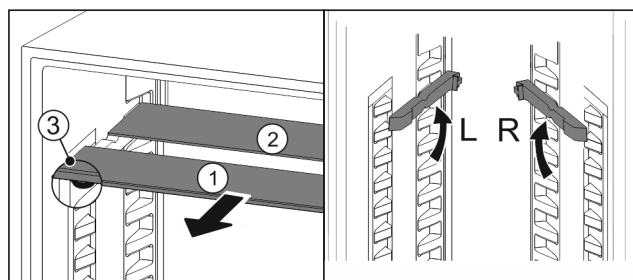

Fig. 102
- Træk glaspladerne ud enkeltvis fremad Fig. 102 (1).
- Glaspladen Fig. 102 (1) med pyntelisten ligger foran.
- Stoppene Fig. 102 (3) peger nedad.